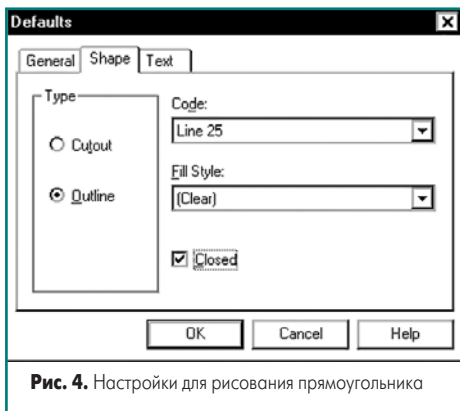

Рис. 4. Настройки для рисования прямоугольника
6. В появившемся диалоговом окне Defaults перейдем на вкладку Shape и выполним установки, как показано на рис. 4.